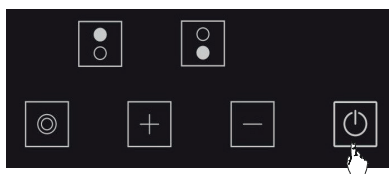

Figure 11
1. Vous pouvez éteindre la cuisinière en appuyant sur le bouton . (Voir Fig. 11)